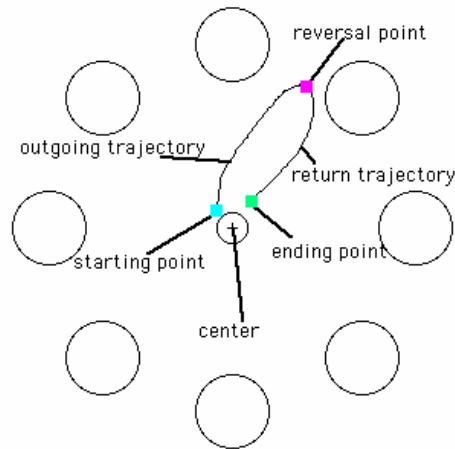

Figura 14: traiettoria
- Onset** → il punto in cui inizia il movimento verso il target visualizzato (punto di partenza in figura 14).
- Return** → il punto in cui il soggetto smette di muovere il braccio (cioè il punto finale in figura 14).